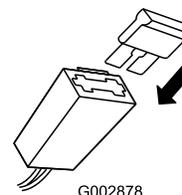

Figura 30
2. Insira o fusível no porta-fusíveis (**Figura 30**).